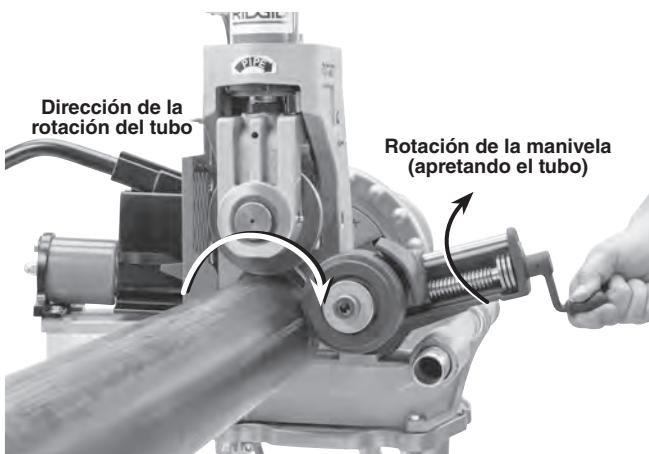

Figura 18 – Posicionamiento del estabilizador
El estabilizador se puede usar solamente si el accionamiento motorizado o la roscadora tienen el conmutador REV/O-OFF/FOR en la posición REV. La rotación del tubo está marcada en la ranuradora (vea la Figura 18). Si se usa con el conmutador REV/O-OFF/FOR en la posición FOR, el tubo hace una espiral y se sale de los rodillos de la ranuradora.
3. Haga rotar la manivela del estabilizador para que el rodillo se ponga en contacto con el tubo. Dele otra vuelta completa a la manivela, para cargar el rodillo contra el tubo (Figura 18). No estire el cuerpo sobre el tubo para ajustar el estabilizador.